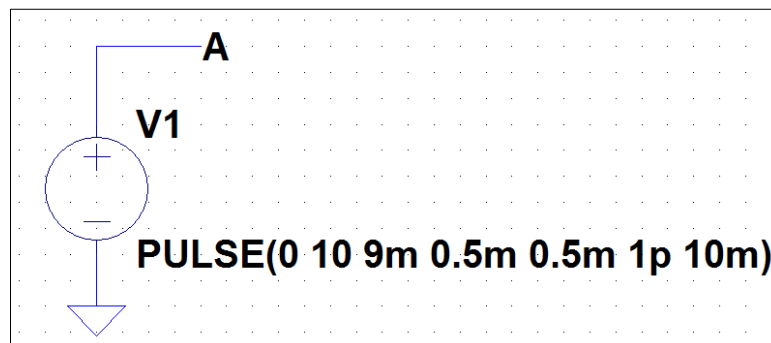
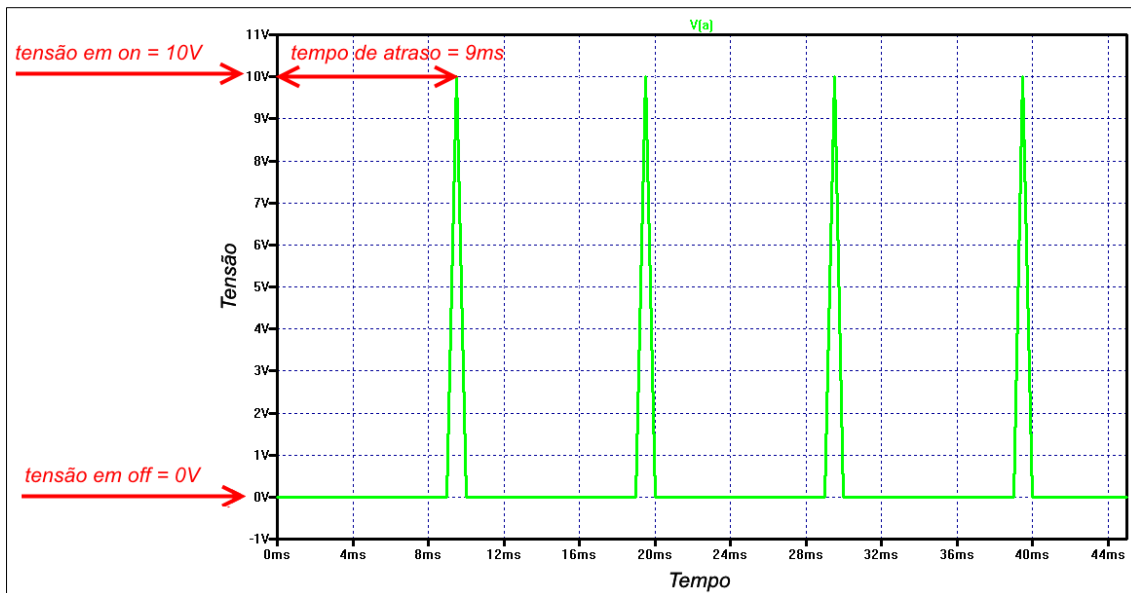

Figura 27 - Fonte de tensão configurada conforme exemplo 6
Figura 28 - Sinal da fonte do exemplo 6 medido no simulador
****Exemplo 6:** a Figura 27 mostra uma fonte de tensão configurada com sinal pulsante **tensão de pico 10V em on, 0V em off, tempo de atraso 9ms, tempo de subida 0,5ms, tempo de descida 0,5s, tempo ligado 1ps e período de 10ms**. Já a Figura 28 ilustra esse sinal medido pelo simulador.